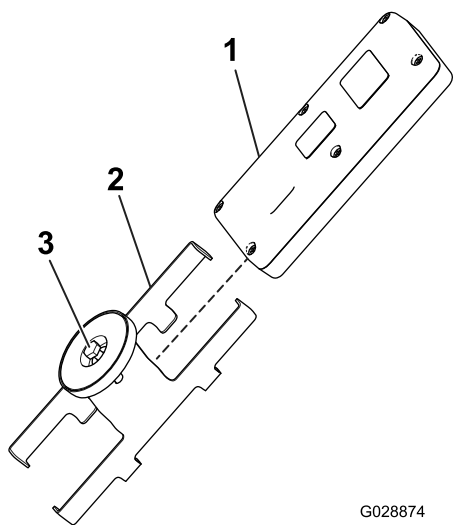

图25
1. 旋松磁性遥控器支架上磁体内的螺栓 图25。
2. 将支架滑到侧面然后拆下遥控器 图25。
8. 将手持遥控器装入磁性遥控器支架将两半滑到一起并固定然后拧紧磁体内的螺栓 图25。